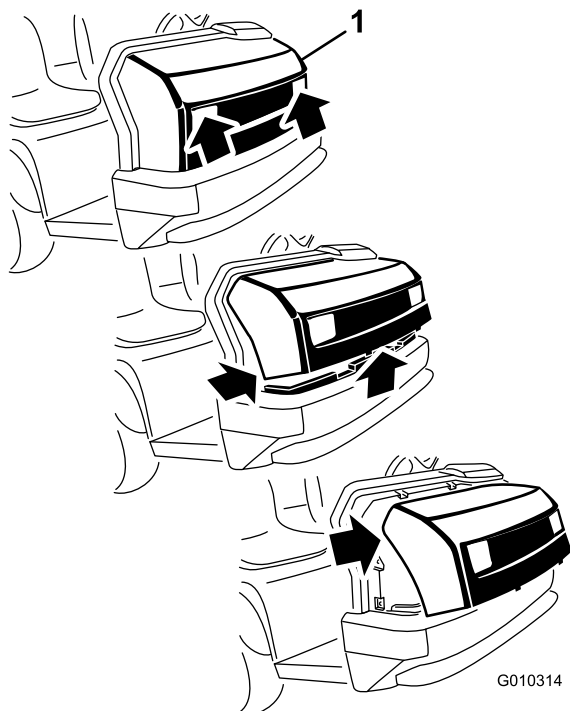

Figura 38
3. Desloque a parte superior do capot para a frente e desligue os conectores de fios dos faróis (Figura 38).
1. Segurando firmemente o capot pelas aberturas dos faróis, levante o capot para soltar as patilhas de montagem inferiores das ranhuras da estrutura (Figura 38).
2. Incline a parte inferior do capot para cima até ser possível retirar as patilhas de montagem superiores das ranhuras da estrutura (Figura 38).